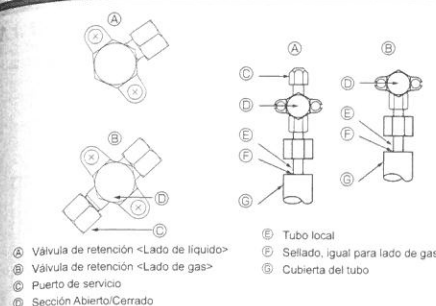

Fig. 4-4
4.4. Prueba de fuga de gas del tubo de refrigerante (Fig. 4-4)
- Asegúrese de que las válvulas de parada ② ③ están cerradas y no las abra.
- Añada presión a las líneas de refrigerante a través del punto ④ para reparaciones de válvula de parada de líquido ⑤.
- Si la presión se reduce en los pasos (2) o (3), hay una fuga de gas. Busque el punto de fuga del gas.